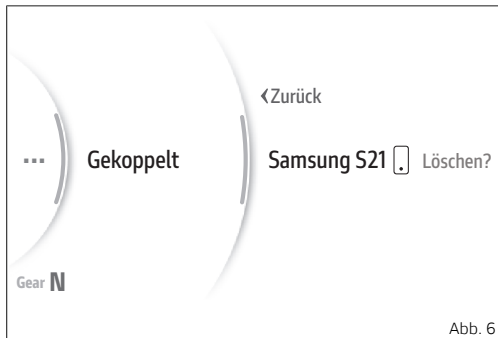

Abb. 6
Rechts wird die Angabe „Löschen?“ angezeigt, (Abb. 6 S.24) auf ENTER (3) drücken, um das gewählte Gerät aus der Liste zu löschen: Daraufhin wird einige Sekunden lang die Angabe „Warten...“ angezeigt, dann wird die Liste der gekoppelten Geräte aktualisiert.